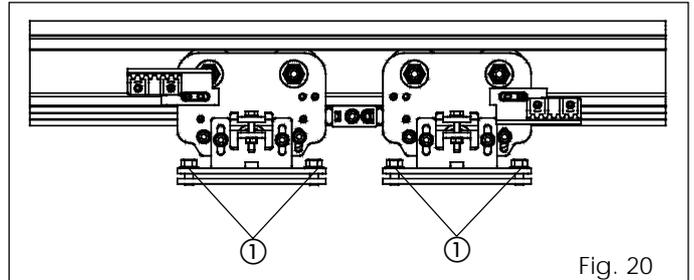

Fig. 20
Le porte serie 940 SM vengono fornite con i carrelli a battuta in corrispondenza del bordo di chiusura (fig. 20). Nel caso fosse necessario regolare il centro della porta, agire come segue:
- Allentare le viti di fissaggio (fig. 20 rif. ①) del carrello interessato. Avvicinare il carrello alla battuta fino ad ottenere il contatto tra i due.